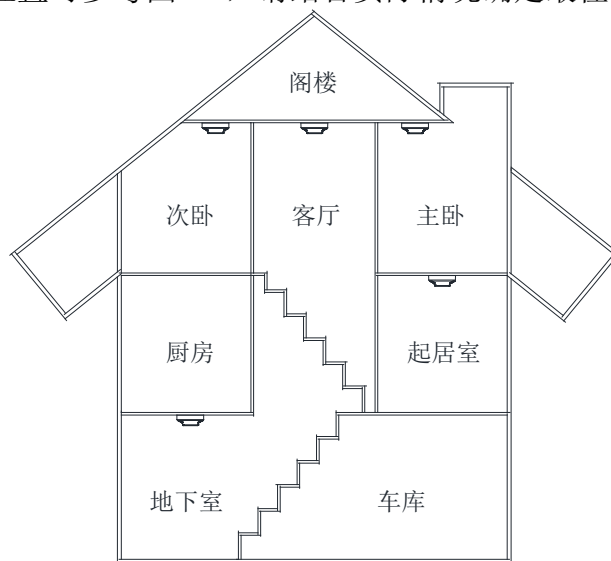

图 3 感烟探测器安装位置示意图
① 安装于房顶时：感烟探测器的边缘应距任何一面墙壁不小于 0.5m。
② 安装于倾斜或人形屋顶时：感烟探测器应与屋顶保持一定的距离。当坡度小于 30 度时，距离 0.2m 为宜，大于 30 度则以 0.3m~0.5m 为宜。
③ 对燃烧产生的烟雾来说，楼梯的作用与烟囱类似，因此楼梯应安装感烟探测器。
④ 空气流通的两个区域应分别安装感烟探测器，如客厅与卧室两个区域，每个区域应至少安装一个感烟探测器。
⑤ 感烟探测器安装的位置可参考图 3，请结合实际情况确定最佳的安装位置。